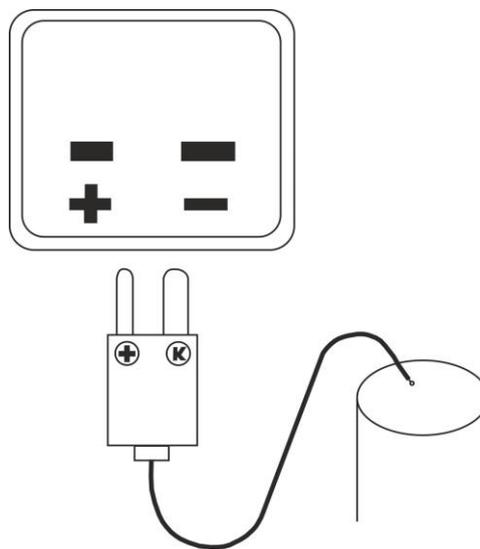

Abb. 5: Verbindung der K-Typ Sonde mit dem Messgerät
1. Öffnen Sie die Schutzkappe des Eingangs für den K-Typ Stecker (siehe Abb. 1 – Teil 8) und verbinden Sie die K-Typ Sonde unter Berücksichtigung der korrekten Polarität (siehe Abb. 5)